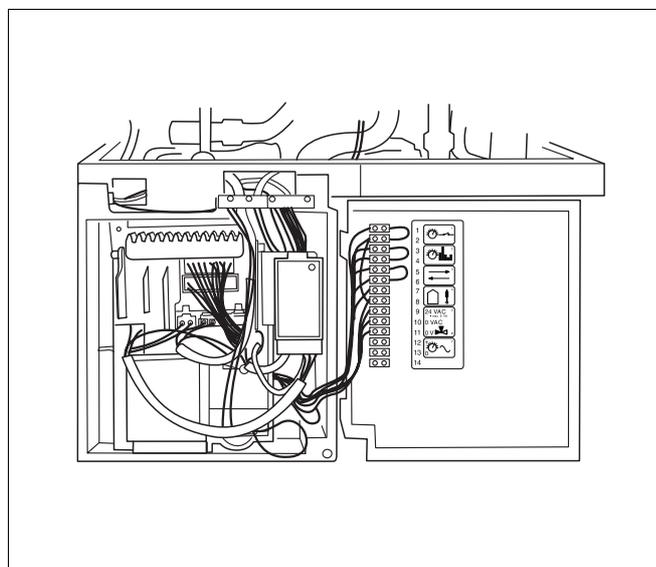

Fig. 89 Aprire l'involucro dell'UBA
- Incassare l'involucro dell'UBA sul lato sinistro ed aprire verso destra (fig. 89).